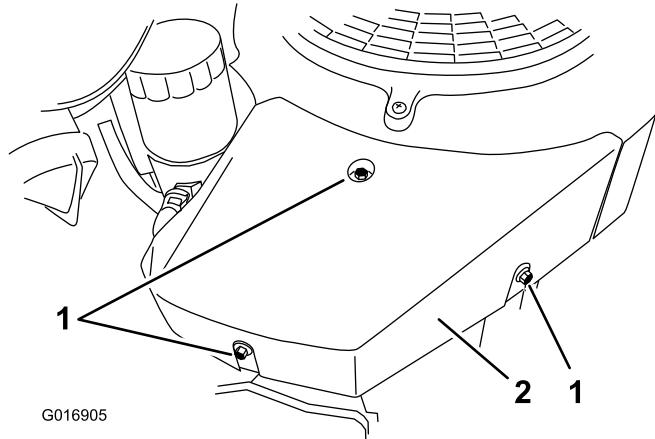

Figure 73
3. Déposez le carénage droit en retirant la vis de fixation supérieure et en desserrant les deux vis latérales (Figure 73).
4. Retirez la vis de fixation supérieure et desserrez les deux vis latérales sur le carénage gauche (Figure 73).